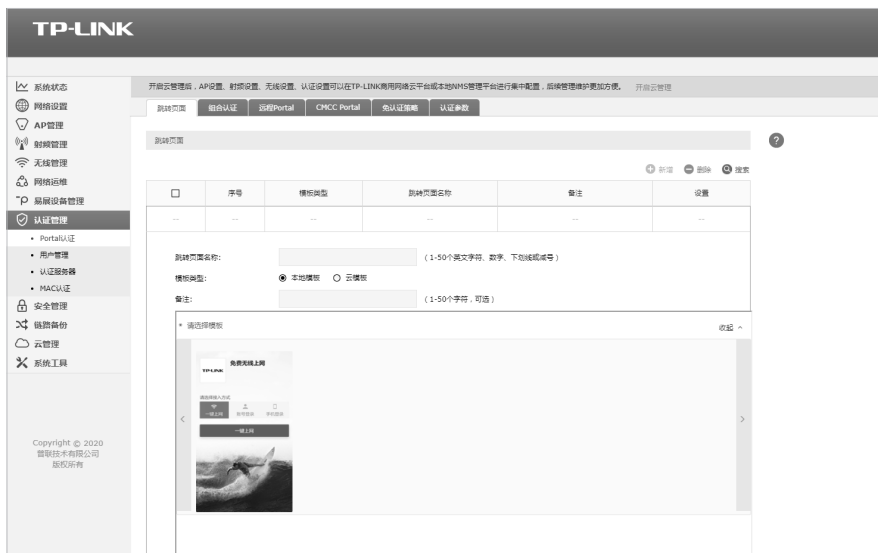

图4-11 高级设置界面
3. 点击网络概况页面“设备高级设置”进入设备高级配置页面，传统的TP-LINK AC控制器管理页面，包含各项无线设备配置业务，满足传统网络工程师配置习惯，如图4-11所示。